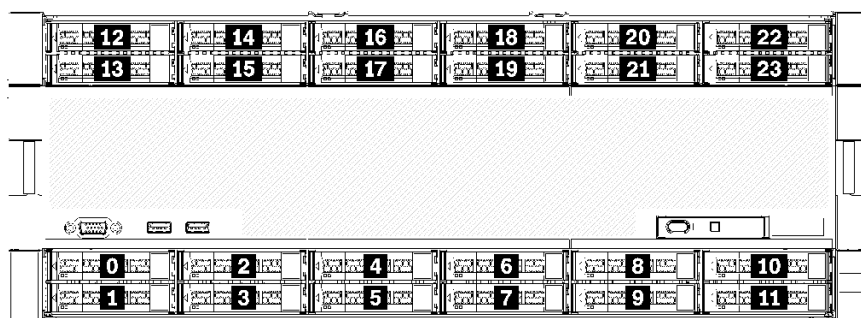

図 5. ドライブ・ベイの位置
- 上から 2 台のドライブでは SAS、SATA、または NVMe インターフェース・ドライブがサポートされています (Lenovo AnyBay)。このサーバーは、サーバー構成に応じて最大 12 台の NVMe ドライブをサポートできます。14 ページの図 5「ドライブ・ベイの位置」に示されているように、NVMe 対応ドライブ・ベイは偶数のベイです。